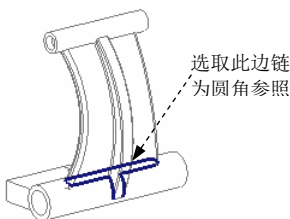

图 5.38.113 定义倒圆角参照
Step15. 创建倒圆角特征 3。单击 **模型** 功能选项卡 **工程** 区域中的  按钮，选取图 5.38.113 所示的边线为倒圆角的边线；在倒圆角半径文本框中输入值 0.5。